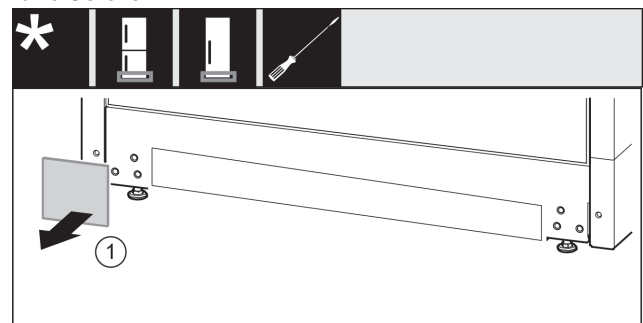

Fig. 16
- ▶ Abdeckung abnehmen. Fig. 16 (1)